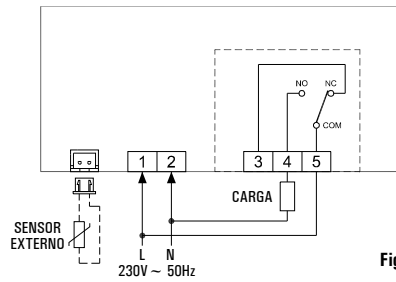

Fig. 5
- 4 Realizar las conexiones eléctricas, siguiendo los esquemas de conexión de Fig. 5 y 6.
La salida, terminales 3, 4 y 5, es libre de tensión y aislada con doble aislamiento respecto al resto del termostato. Es por tanto posible alimentar el termostato con alta tensión (230V ~) y contemporáneamente manejar una carga a baja tensión SEL (24V ~), como es visible en Fig. 5 y 6.